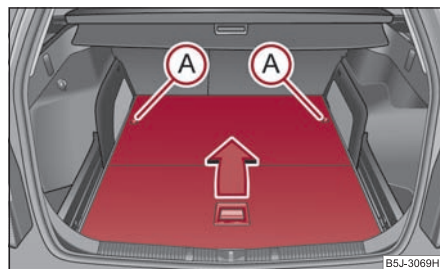

Abb. 81 Gepäckraum: variablen Ladeboden zusammenklappen
- Durch Drehen der Sicherungsbolzen ① um ca. 180° nach links entriegeln Sie den Ladeboden ⇒ Abb. 81.